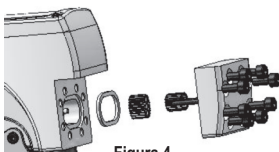

Figura 4
F.4.2 Use una llave para girar los tornillos hexagonales del cuerpo de la válvula, vea la Figura 4;